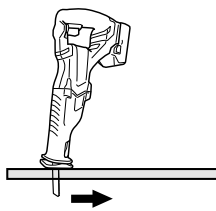
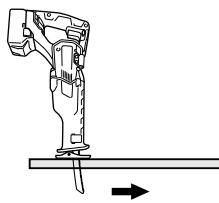

Fig. 33
Fig. 34
- (3) Tenir le corps de l'outil fermement jusqu'à ce que la lame aient complètement coupé le matériau. (Fig. 33, Fig. 34)